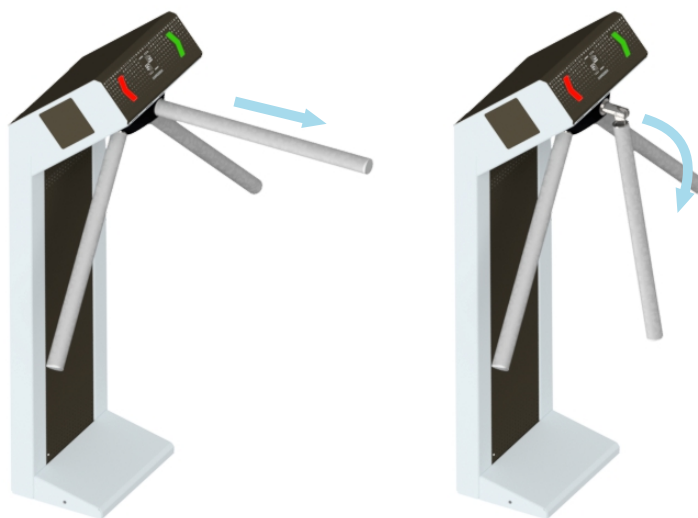

Рисунок 10 – Принцип работы планок «Антипаника»
- 5 Если вы установили планки типа «Антипаника» проверьте работу их механизма разблокировки (рисунок 10);